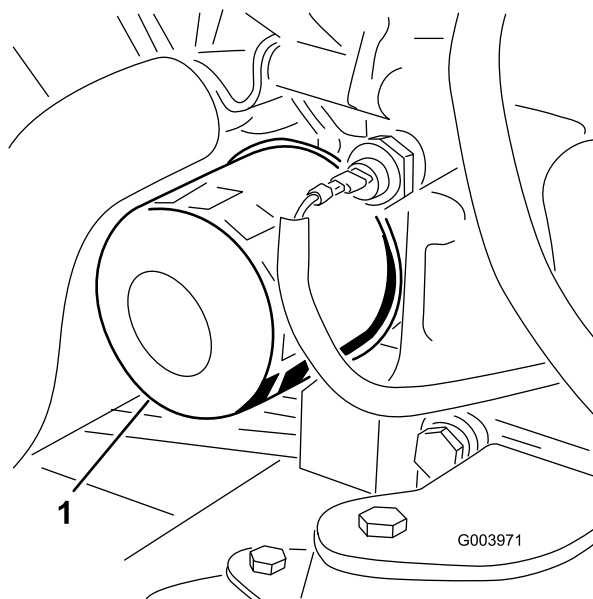

Рисунок 64
3. Снимите масляный фильтр (Рисунок 64).